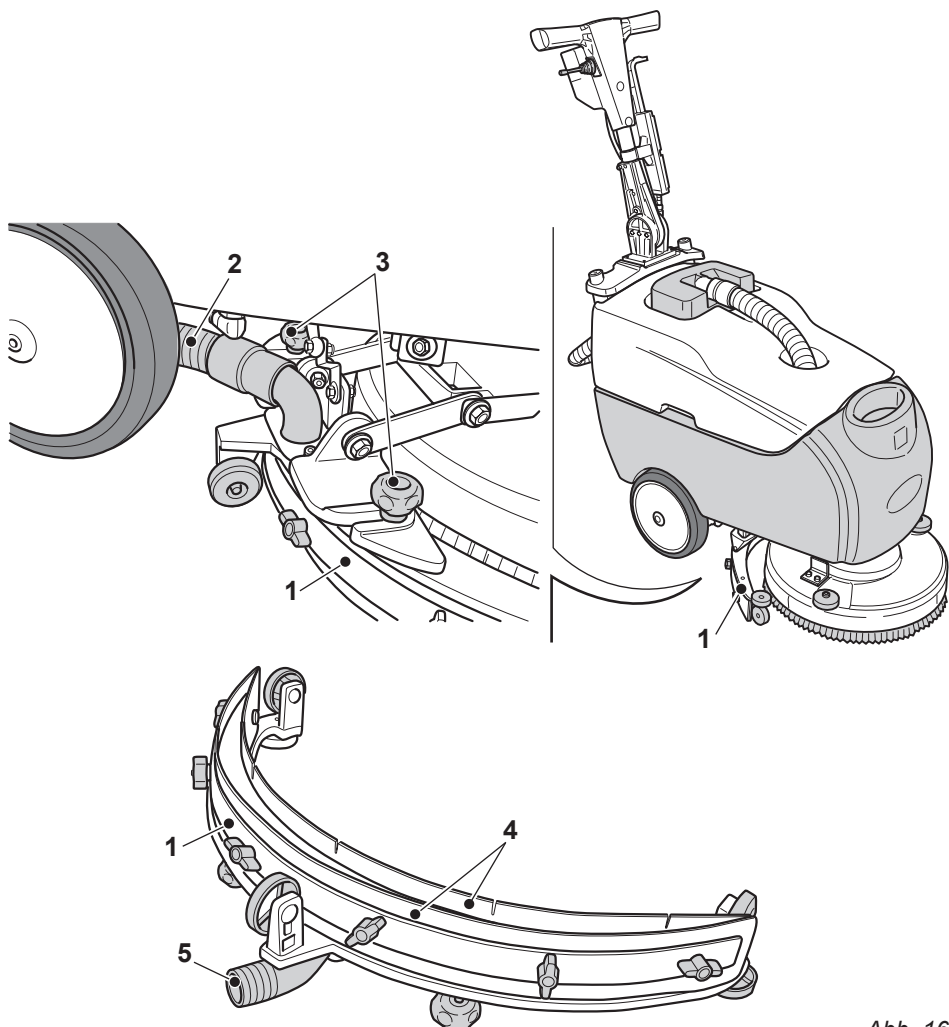

Abb. 16
11.1.c - Reinigung des Wischers (Abb. 16)